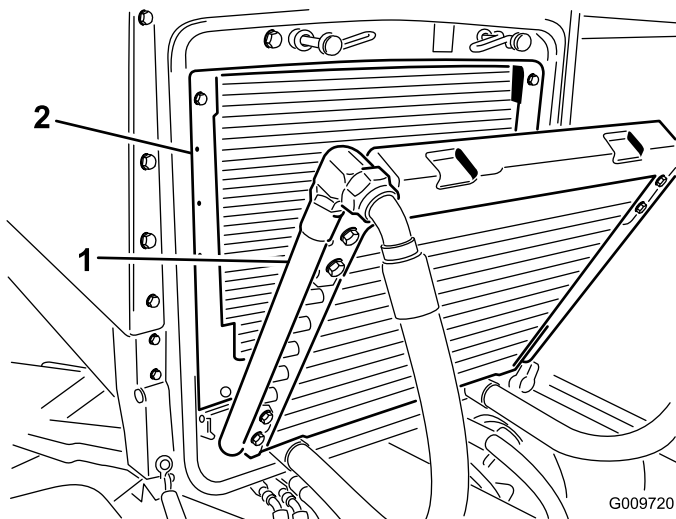

Figura 51
3. Gire el enfriador hacia atrás. Limpie a fondo ambos lados del enfriador de aceite y la zona del radiador (Figura 51) con aire comprimido. Empezando en la parte delantera, sople los residuos hacia la parte trasera. Luego, limpie desde atrás, soplando los residuos hacia adelante. Repita este procedimiento varias veces hasta eliminar todos los residuos.